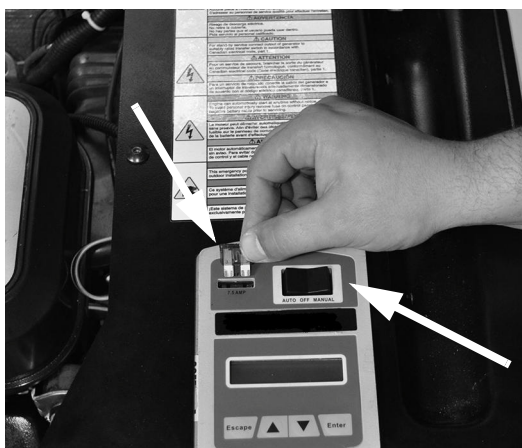

Figura 3-1. Controladores del generador
2. Coloque el generador en modo OFF. Retire el fusible del tablero del generador. Vea la Figura 3-1.